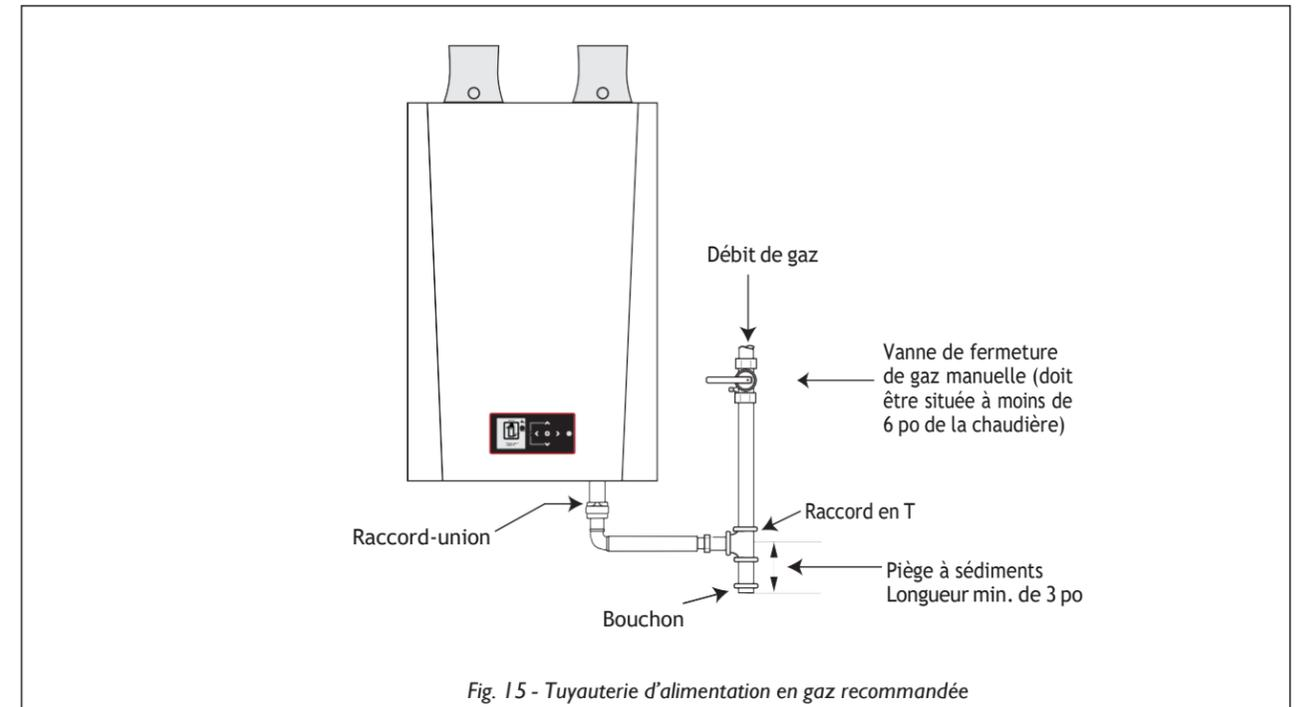

Fig. 15 - Tuyauterie d'alimentation en gaz recommandée
- Installez une vanne de fermeture manuelle dans la tuyauterie d'alimentation en gaz, comme illustré à la Fig. 15 ci-dessus. En ce qui concerne les installations au Canada, l'installateur doit étiqueter et identifier la vanne de fermeture principale.
- Installez un piège à sédiments (collecteur de sédiments) sur la ligne d'alimentation en gaz avant de raccorder le circuit de gaz INSTINCT comme illustré à la Fig. 15 ci-dessus.